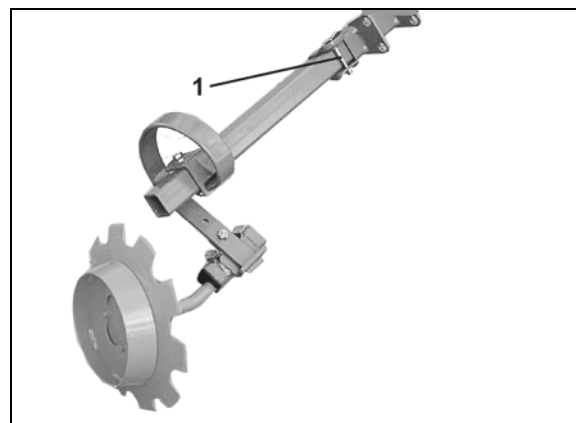

Fig. 86
3. Keilschraube (Fig. 86/1) lösen.